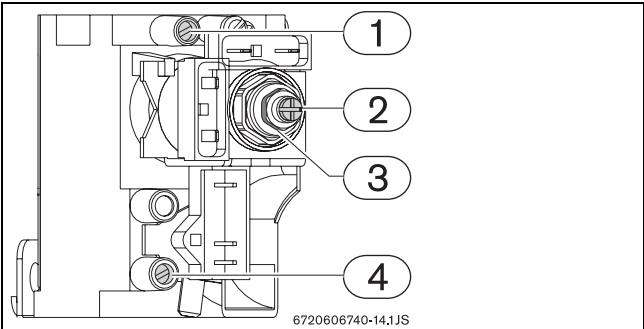

Fig. 21 Puntos de medición de presión
- Utilizando la tuerca de ajuste (→Fig. 21, pos. 3) regule la presión hasta alcanzar los valores indicados en la tabela 14.
- Utilizando el tornillo de ajuste (→Fig. 21, pos. 2) regule la presión hasta alcanzar los valores indicados en la tabela 14.